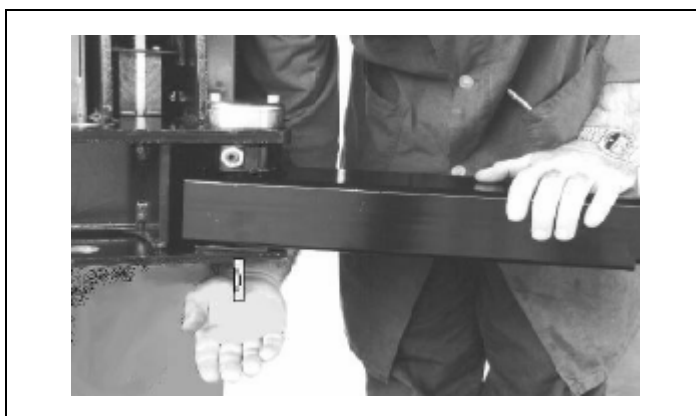

Рис. 50 Установка устройств блокировки кронштейнов
7. Проверьте, что устройство блокировки кронштейнов работает правильно, толкая пружинный штифт-толкатель (1) вверх и поворачивая кронштейны в различные стороны. После небольшого поворота штифт должен возвращаться в исходное положение (Рис. 50).